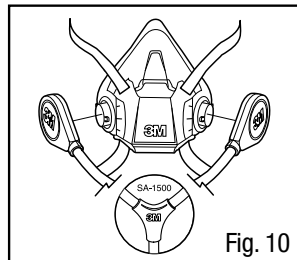

Fig. 10
1. Tenir le masque devant soi, logo 3M face à soi. Aligner les deux branchements du tuyau de respiration sur les deux dispositifs de verrouillage à baïonnette du masque (Fig. 10). Pour les tuyaux de respiration SA-1500 ou SA-1600, s'assurer que le logo 3M sur le tuyau de respiration et le masque sont bien face à soi. Pour les tuyaux de respiration SA-2500 ou SA-2600, s'assurer que le logo 3M sur le tuyau de respiration est en direction opposée par rapport au logo 3M sur le masque.